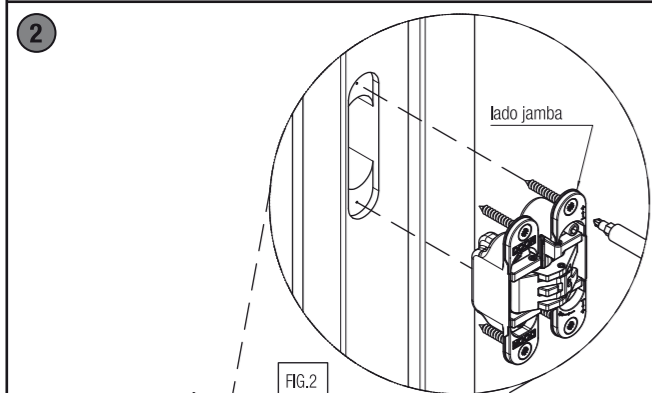

FIG.2
*Instalar la puerta en el marco, alojando las bisagras en los correspondientes mecanizados (fig. 2). Fijar las bisagras con los tornillos.